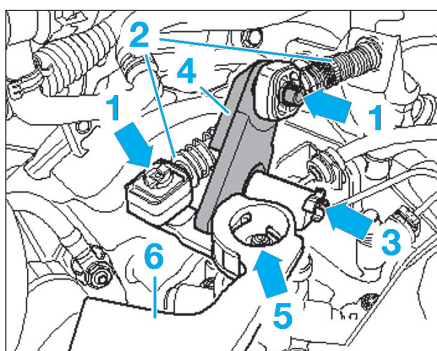
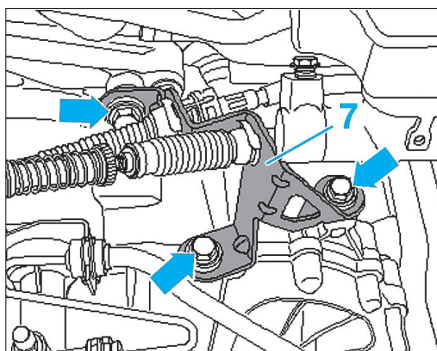

Fig. 2
Fig. 3
- Déposer les circlips (1) puis débrancher les câbles de commande de vitesses (2) (Fig.2).
- Déposer le circlip (3) puis retirer le levier de renvoi (4).
- Déposer l'écrou (5) puis retirer le levier de sélection (6).
- Déposer le support (7) (Fig.3).
- Déposer les circlips (1) puis débrancher les câbles de commande des vitesses (2) (Fig.2).
- Déposer les 3 écrous puis le support (7) (Fig.3).